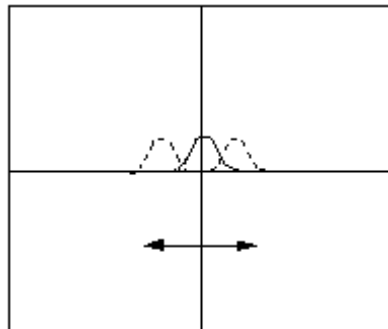

图 3：细调水平相位调整
- c、细调水平方向相位调整，见图 3：将峰左右移动到屏幕水平中心位置。